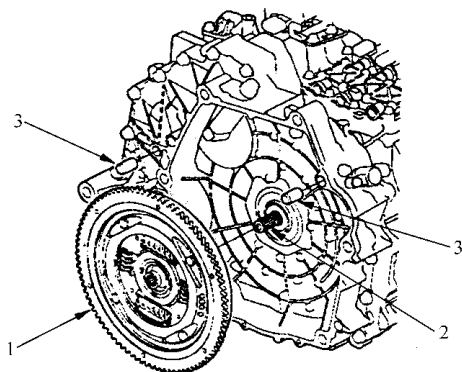

图 5-57 将飞轮安装到输入轴上
3) 小心地给飞轮轮毂花键涂上超高温尿素润滑脂(P/N41211-PY5-305), 然后, 如图 5-57 所示, 将飞轮安装到输入轴上。